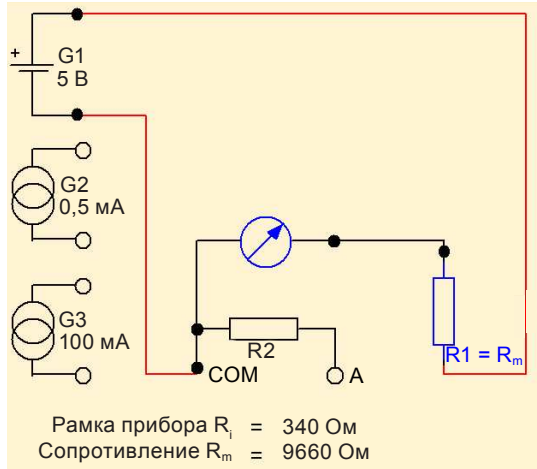

Рис. 10. Подключение измерительного прибора с дополнительным сопротивлением к 5 В источнику питания G1
18. Подключить измерительный прибор с дополнительным сопротивлением к 5 В источнику питания G1 (рис. 10).